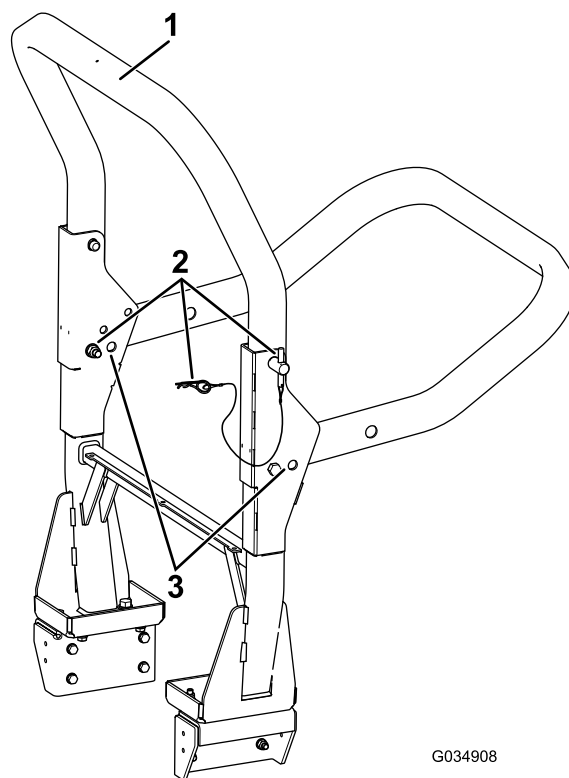

Bild 34
2. Stützen Sie das Gewicht des oberen Rahmens ab, wenn Sie die R-Clips und Stifte aus den Schwenkhalterungen nehmen (Bild 34).